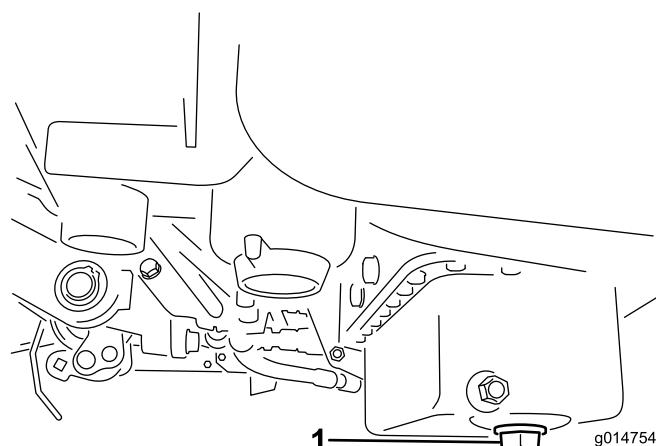

Figura 43
1. Retire o tampão de escoamento e deixe o óleo escorrer para um recipiente adequado. Quando o óleo parar, volte a montar o tampão de escoamento (Figura 43).